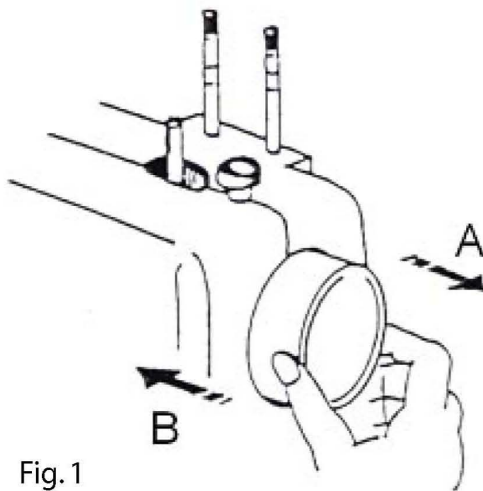

Fig. 1
1. Release coupling knob. Fig. 1
1. Aflojar el volante. Fig. 1
1. Dégagez le bouton d'accouplement. Fig. 1
1. Raise the needle to its highest position and open shuttle race cover. (Fig. 1)
1. Coloque la aguja en la posición más alta y abra la cubierta del ajuste. (Fig. 1)
1. Mettez l'aiguille en position la plus haute et ouvrez le couvercle. (Fig. 1)
1. Pull 5 cm of thread from bobbin and insert it into bobbin case as shown. (Fig. 1)
1. Cuando coloque la bobina en el casquillo, deje 5 centímetros de hilo de rosca de más. (Véase ilustración) (Fig. 1)
1. Laissez dépasser 5cm de fil, si vous remettez la canette dans la capsule. (voir image) (Fig. 1)